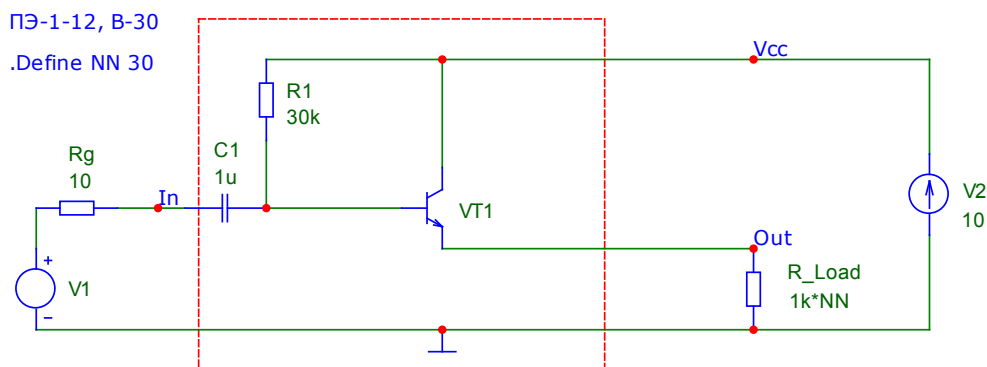

Рисунок 1.3 – Схема транзисторного каскада с общим коллектором и непосредственным подключением нагрузки
1.12. Собрать или загрузить из файла схему транзисторного каскада с общим коллектором и непосредственным подключением нагрузки (рис. 1.3). Указать в поле схемы группу и номер варианта (номер в журнале посещаемости). Указать в директиве *.Define NN* номер варианта.